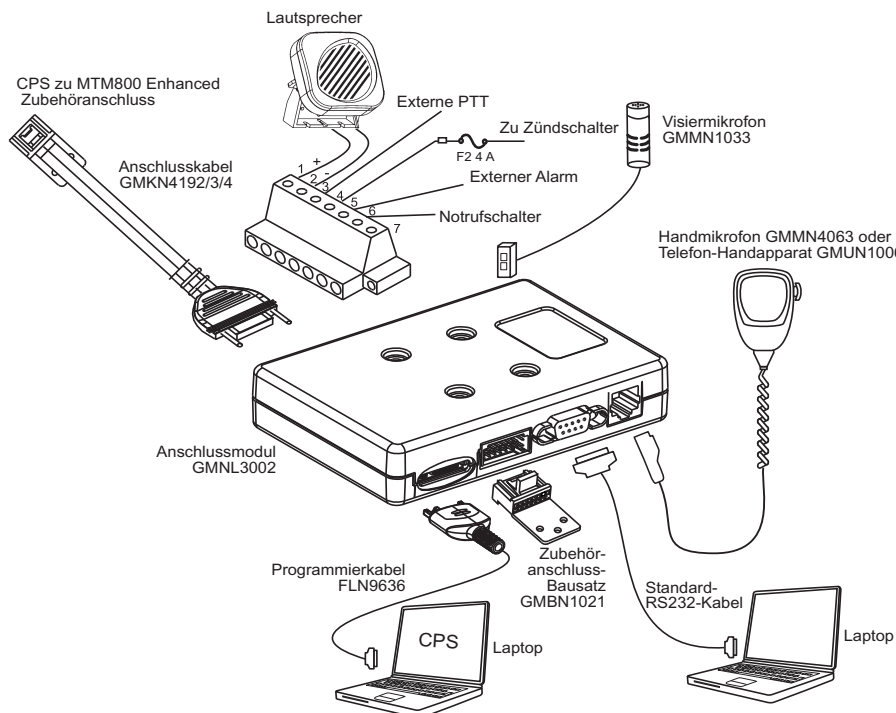

Abbildung 25 Remote-Montage mit Anschlussmodul
3. Alle anderen Geräte sind wie in Abbildung 25 gezeigt anzuschließen.